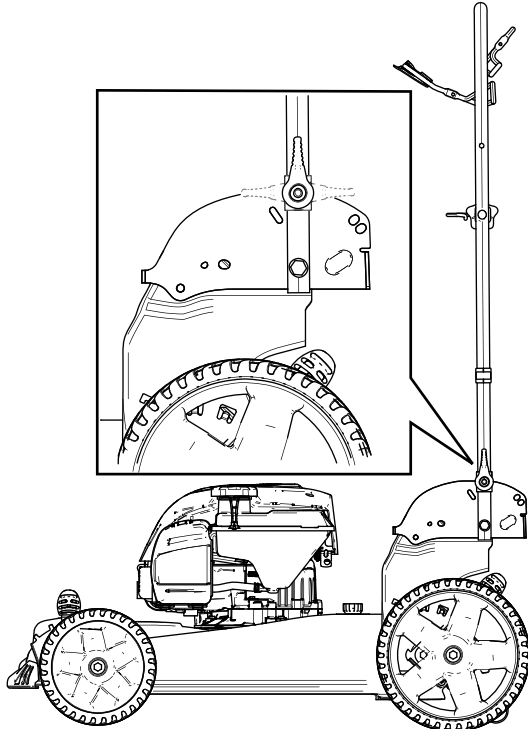

Figure 20
- Rabattez le guidon vers l'avant soit à la verticale soit complètement abaissé, comme montré à la Figure 20.